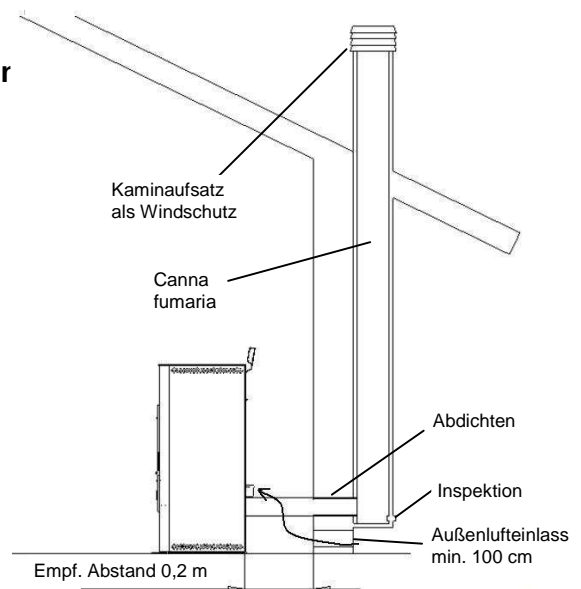

Abb. 2 Ansaugung und
- ▶ aus dem Raum, sofern in Ofennähe ein mindestens 100 cm² großer und außen mit einem entsprechenden Gitter geschützter Lufteinlass vorgesehen ist (Abb. 2);
Bei der Installation mit Rauchabführung über ein herkömmliches Schornsteinrohr (siehe Abb.2) sind die o. a. Normen zu erfüllen - z. B. UNI 10683 - d.h.: